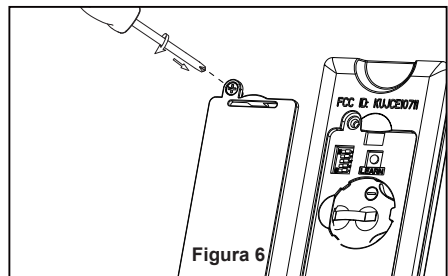

Figura 6
- ☐ 6. Asegure el vidrio en la unidad del carcasa de interruptor girándolo en el sentido de las agujas del reloj. Gire el vidrio gradualmente **hasta que encaje en la unidad del carcasa de interruptor**. Sin apretar demasiado. (Figura 6)
- ☐ 6. Vuelva a colocar la cubierta de la batería en el mando a distancia con un tornillo retirados previamente. (Figura 6)